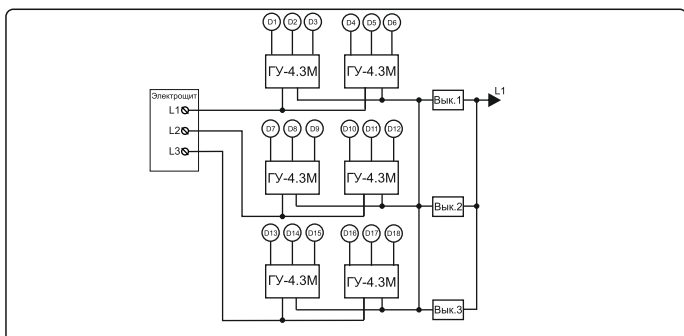

Рисунок 5 – Схема подключения ГУ-4.3М к разным «фазам» питающей сети
- Подключить образованные группы к разным «фазам» (см. рисунок 5).
**Внимание!** Если требуется подключить несколько выключателей, общий контакт этих выключателей следует подключить к одной и той же «фазе» питающей сети, например, к «фазе» L1 (см. рисунок 5).